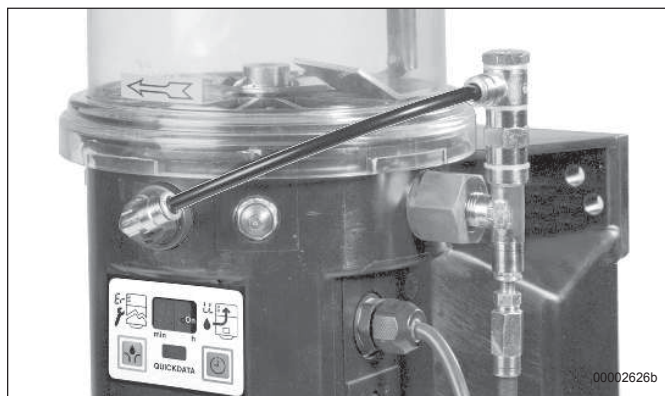

Fig. 15 - Säkerhetsventil med returledning
- Smörjmedel som inte kan fördelas av smörjfördelarna måste gå i retur till pumpen via returanslutningen (se fig. 15).